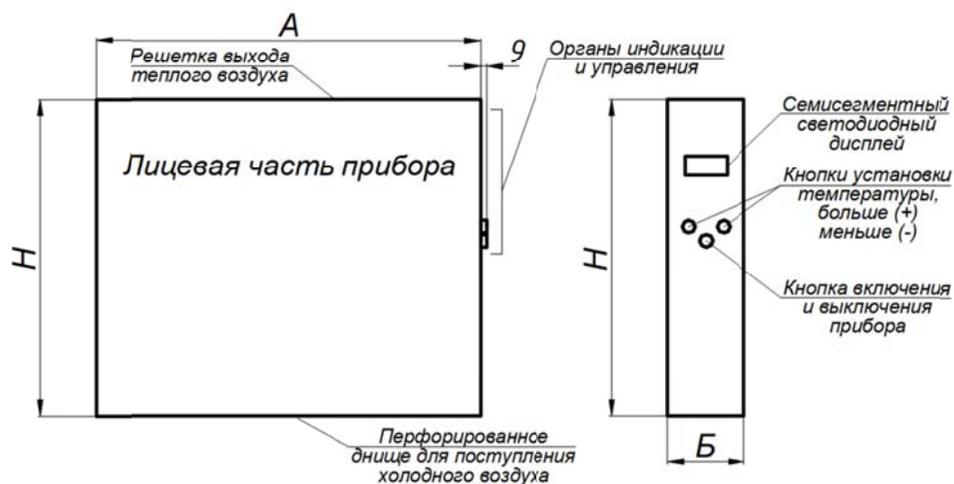

Рис.1
Электроконвектор ЭКСП2_T90 поставляется в собранном виде. Вариант внешнего вида изделия приведен на рис.1.
4.5. Подать питание на конвектор, нажав кнопку включения конвектора. Установка температуры производится кнопками "+" или "-". Отключение конвектора производится повторным нажатием на кнопку включения (выключения) конвектора. Панель управления приведена на рис.1.